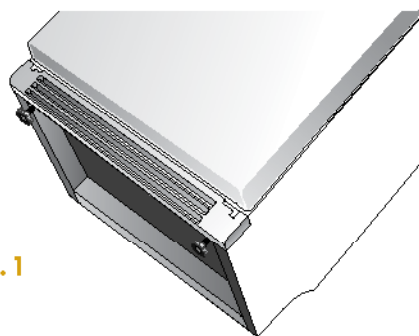

Fig. 1
Убедитесь, что напряжение сети соответствует значению, указанному на табличке с левой стороны снизу внутри холодильника (Рис. 1).
Należy skontrolować czy napięcie urządzenia elektrycznego odpowiada napięciu wskazanemu na tabliczce znamionowej znajdującej się na dole w lodówce z lewej strony. (Fig.1)
- 6 Equilibrare l'apparecchio per mezzo dei piedini anteriori regolabili (Fig. 1).
- 6 Balance the appliance using the adjustable front feet (Fig. 1).
- 6 Выставьте прибор по уровню при помощи регулируемых ножек (Рис. 1).
- 6 Wypoziomować urządzenie za pomocą tylnych stopek regulacyjnych (rys. 1)
- 6 Вирівняти обладнання за допомогою передніх ніжок, що регулюються (рис. 1).